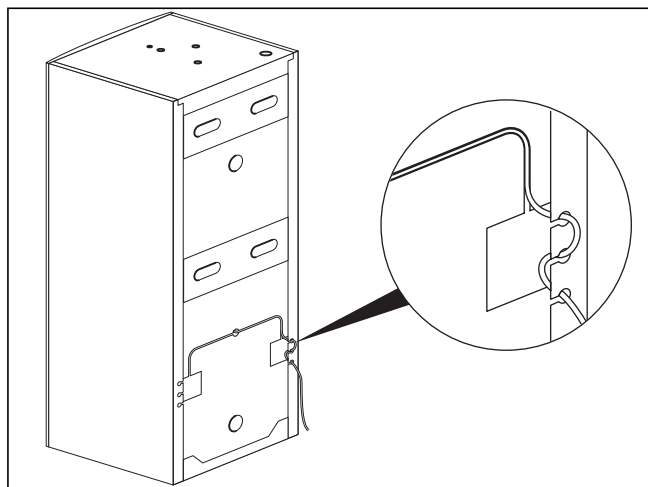

Bild 5.1 Ansluta varmvattengivarens kabel
- Sätt in givaren i hylsan för varmvattengivare (se bild 2.1, pos. 11), se bild 5.1.